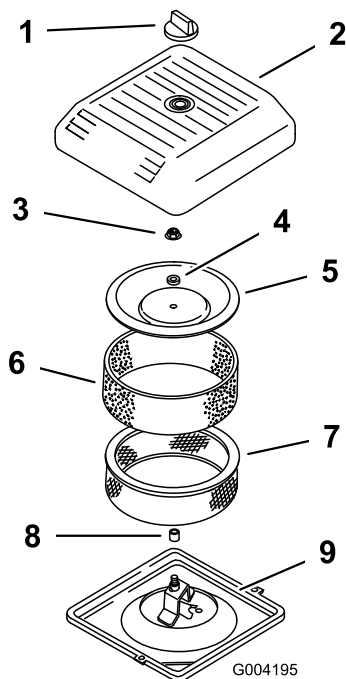

Figure 19
3. Dévissez le bouton et déposez le couvercle du filtre à air (Figure 19).
4. Glissez délicatement le préfiltre en mousse hors de l'élément en papier (Figure 19).
5. Dévissez l'écrou du couvercle et enlevez le couvercle, l'entretoise et l'élément en papier (Figure 19).
2. Posez le filtre à air sur sa base (Figure 19).
3. Posez le couvercle, l'entretoise et fixez-les avec l'écrou du couvercle (Figure 19). Serrez l'écrou à 11 Nm (95 po-lb).
4. Reposez le couvercle et fixez-le à l'aide du bouton (Figure 19).